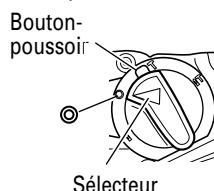

Fig. 21
- (1) Montez la pointe de broyage ou le burin.
- (2) Enfoncer le bouton-poussoir et placer le sélecteur sur le repère T. (Fig. 21)